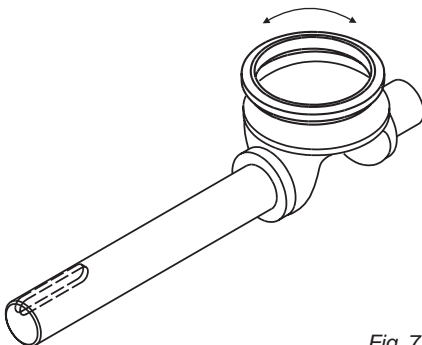

Fig. 7
Lägg på ventilslippasta och gnid säte och kulsegment mot varandra tills en sammanhängande matt yta erhållits runt tätningsytorna. Se fig. 7.
7. OBS! Enbart för ventiler med stellite-säte. Slipa in den nya kalotten mot det nya sätet. Lägg på ventilslippasta och gnid säte och kulsegment mot varandra tills en sammanhängande matt yta erhållits runt tätningsytorna. Se fig. 7.